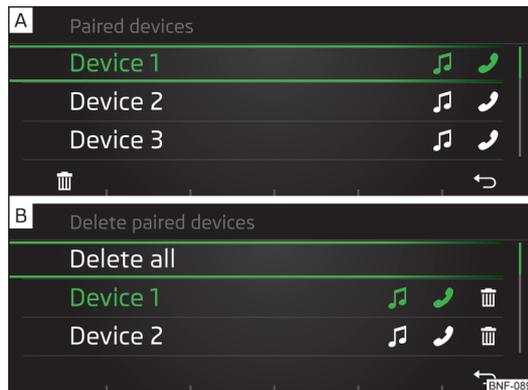

Fig. 118
Los equipos externos acoplados en la lista son visualizados con los siguientes símbolos de los perfiles Bluetooth® con el teléfono conectado » fig. 118 - [A].
- ▶ Con el regulador  seleccionar el equipo externo » [fig. 118 - \[A\]](#).
- ▶ Pulsar la tecla de función  » [fig. 118 - \[A\]](#).
- ▶ Con el regulador  seleccionar el equipo externo » [fig. 118 - \[B\]](#).